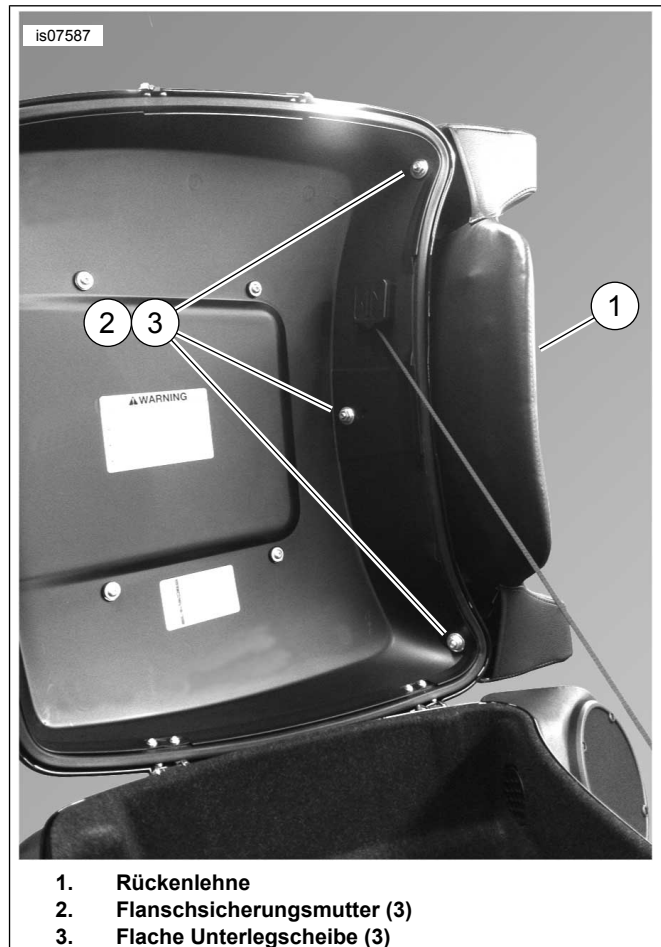

Abbildung 3. Am King Tour-Pak-Deckel angebaute Rückenlehne
1. Siehe Abbildung 3. Die drei Bolzen an der Rückenlehne (1) auf die Bohrungen im Tour-Pak Deckel ausrichten.
2. Mit den Flanschsicherungsmuttern (2) und den flachen Unterlegscheiben (3) aus dem Satz handfest anziehen.
4. Die Flanschsicherungsmuttern (2) festziehen.